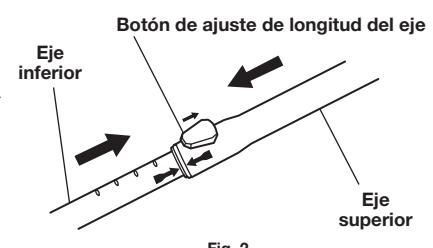

Fig. 2
- Alinee las flechas situadas en los ejes inferior y superior (Fig. 2).
- Mientras empuja el botón de ajuste de longitud del eje hacia arriba, en dirección a la empuñadura posterior, deslice el eje superior sobre el inferior hasta que traben (Fig. 2).